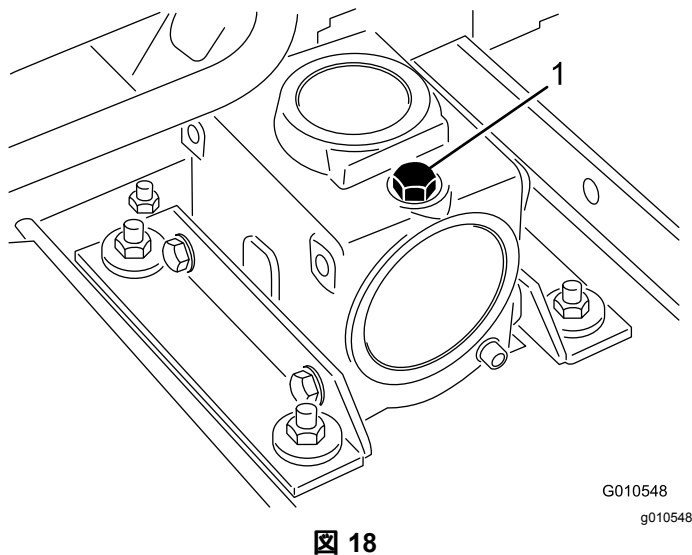

図 18
2. ギアボックスの上部についているディップスティック兼給油プラグ(図 18)を取り、オイルの量が、ディップスティックについている2本のマークの間にあることを確認する。油量が少なければ2本のマークの中間まで補給する。